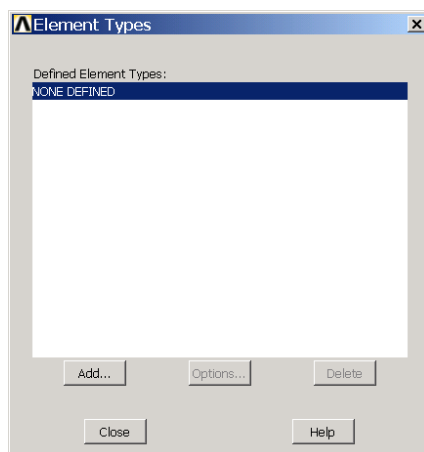

图1.22 【Elenment Types】对话框
(1) 单击 Main Menu>Preprocessor>Element Type>Add/Edit/Delete 菜单，弹出如图 1.22 所示的【Elenment Types】对话框。